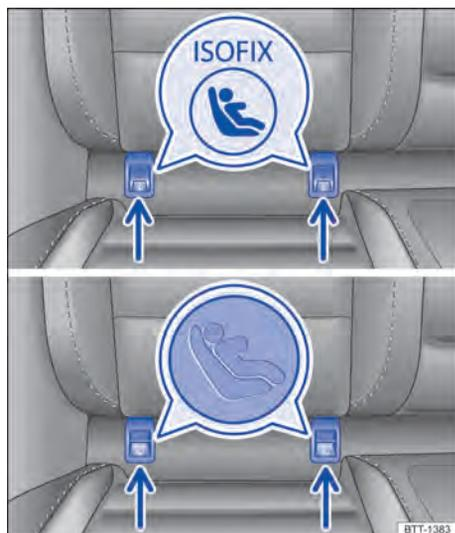

Fig. 5 No banco do veículo: variantes de identificação dos pontos de ancoragem ISOFIX para cadeiras de criança.
Os 2 olhais de retenção, os assim denominados pontos de ancoragem, se encontram entre o encosto e o assento nos lugares laterais do banco traseiro → Fig. 5.
- Retirar as capas de proteção dos pontos de ancoragem inferiores → Fig. 5 (setas).
- Retirar a capas de proteção (se existentes) dos pontos de ancoragem ISOFIX → Fig. 5 (setas).